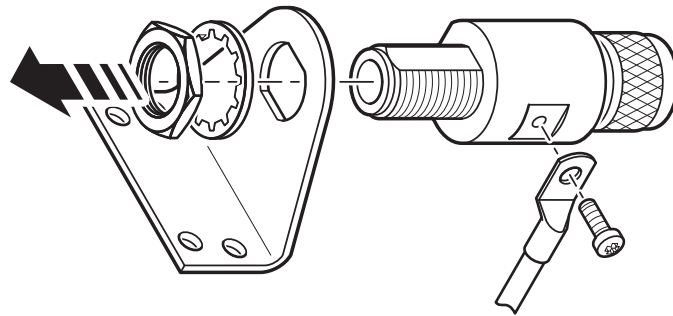

Abbildung 9.1: Montage des MBG S-PRO-Überspannungsschutzes
2. Montieren Sie den MBG S-PRO-Überspannungsschutz am Montagewinkel wie im  **Abb. 9.1** gezeigt. Der MBG S-PRO hat keinen dedizierten Eingang/Ausgang und damit auch keine bevorzugte Einbaulage.